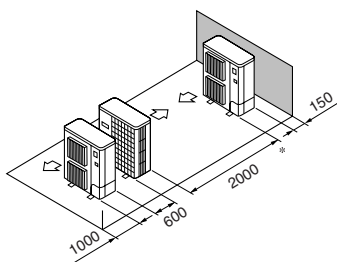

Fig. 3-15
- ⑤ Расположение приборов в один горизонтальный ряд (Fig. 3-15)